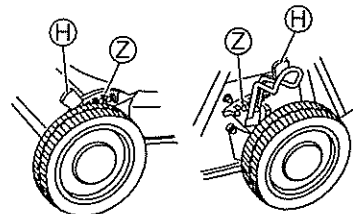

Fig. 20.
2 Couchez le levier de réglage de la hauteur de tonte (H) vers le côté de la roue, afin de le séparer des dentures (Z). (Voir Figs. 20. et 21.)